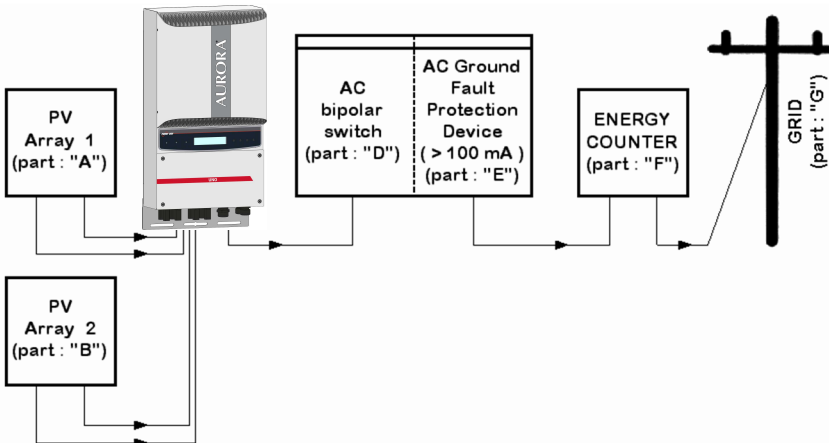

Fig. 8 - Diagramme de connexion électrique
**ÉTAPE 1** Si l'onduleur est connecté à la grille électrique, déconnectez-le en ouvrant l'interrupteur indiqué comme partie D dans la Fig. 8.
**Étape 1 :** Déconnectez l'onduleur de la grille CA en éteignant l'interrupteur CA, partie D de la Fig. 8. Déconnectez également la partie CC à l'aide de l'interrupteur CC (intégré au modèles -S ou externe).